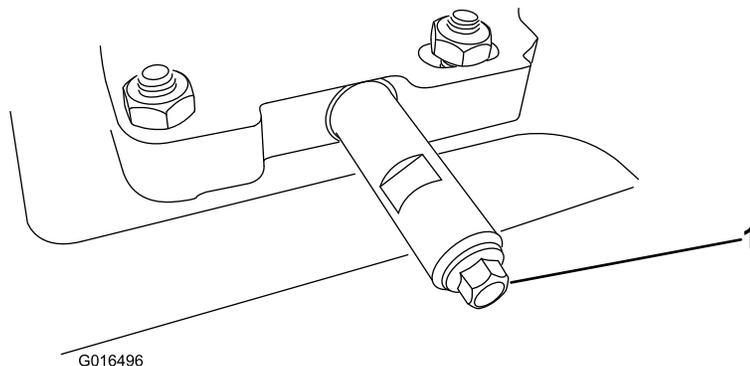

Bild 49
1. Reinigen Sie den Bereich um die Ölablassschraube (**Bild 49**).